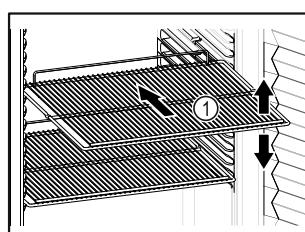

Fig. 88 Representación a modo de ejemplo
- Si los estantes Fig. 88 (1) se pueden mover, ajustarlos según la altura.